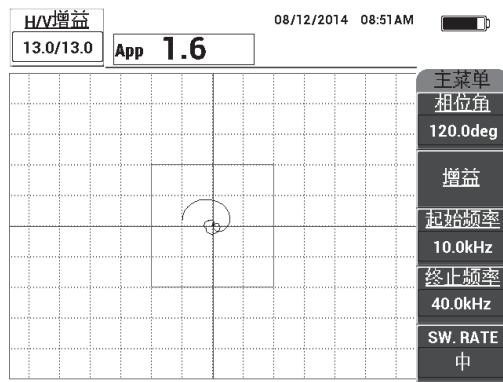

图 6-19 被限制在两个分区内的扫频图像
2. 将探头端部放置在标准试块没有缺陷的区域上，按**增益键 (dB)**，然后使用旋钮调整增益，直到扫频图像被限制在报警框中的两个分区以内（参见第 126 页的图 6-19）。